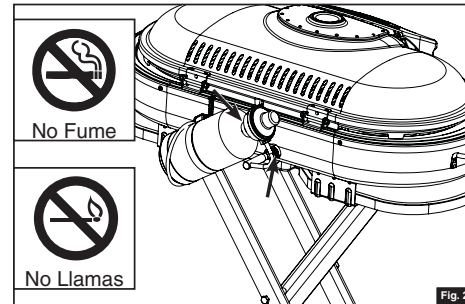

Fig. 24
3. Aplique una solución jabonosa a las conexiones indicadas con las flechas. (Fig. 24) Si aparecen burbujas en estas áreas, esto indica una fuga